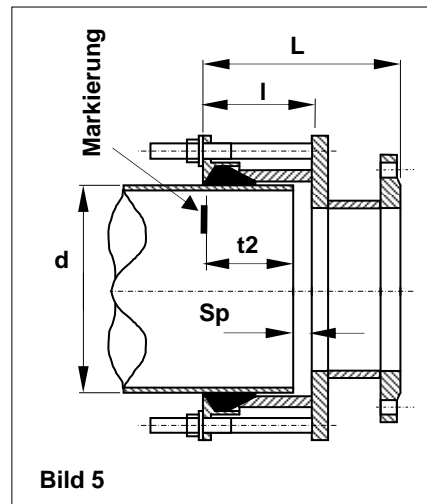

Bild 5
16. Der Gegenflansche (Armatur/Formstück) ist so zu positionieren, dass zwischen der Flanschfläche und der Rohrstirnfläche (bzw. bei Flanschadaptern gem. Bild 5, zwischen den Flanschflächen) ein Spalt Sp (s. Tabelle 3) eingehalten wird. Maximale Abwinkelung der Rohrachsen 3° .